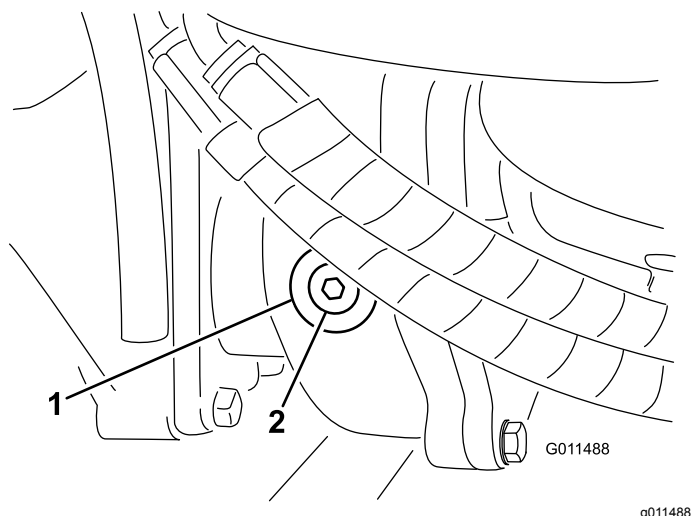

Рисунок 19
- Снимите пробку контрольного (заливного) отверстия с левой стороны редуктора и убедитесь, что масло доходит до нижнего края отверстия (**Рисунок 19**).